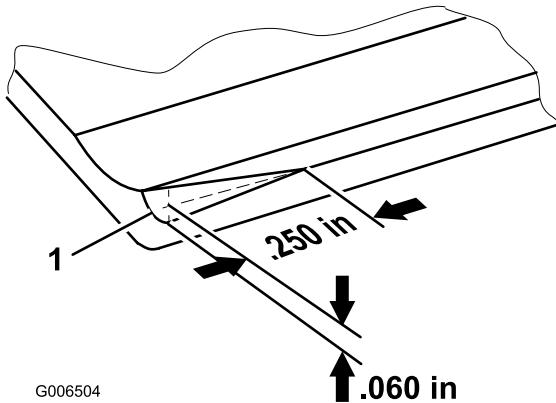

図 18 1. ベッドナイフ右端に形成された面取り部
**注** 出荷時に面取りを施していますが（図18）、この面取りはベッドナイフの寿命の中ほど（40%）でなくなりますので、再度の面取りが必要になります。